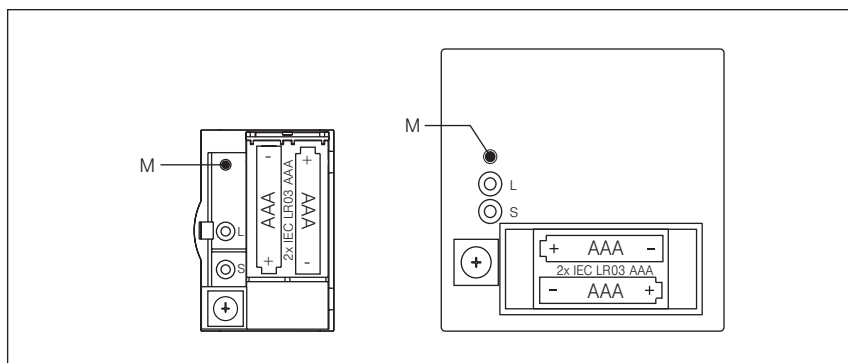

Fig. 28 Botón de modo "M" del EWFS Emisor manual / de pared
Para programar las posiciones finales se necesita el botón de modo que hay en la parte posterior del EWFS emisor manual / de pared (véase la Fig. 28). Con el EWFS Timer, el comando de modo debe enviarse con los menús 53 a 60.
- Pulse el botón de modo "M" (Fig. 28); el LED de transmisión comenzará a destellar. Con el EWFS Timer, el comando de modo debe enviarse con los menús 53 a 60.